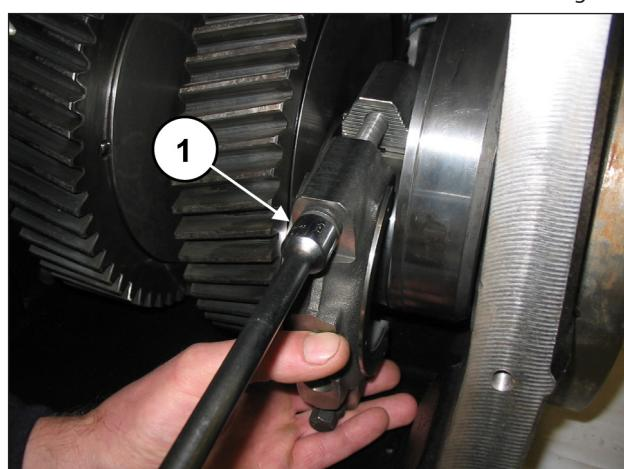

Fig. 83
Fixe as capas nas semi-bielas mediante os parafusos M12x1.25x87 (pos. ①, Fig. 83).